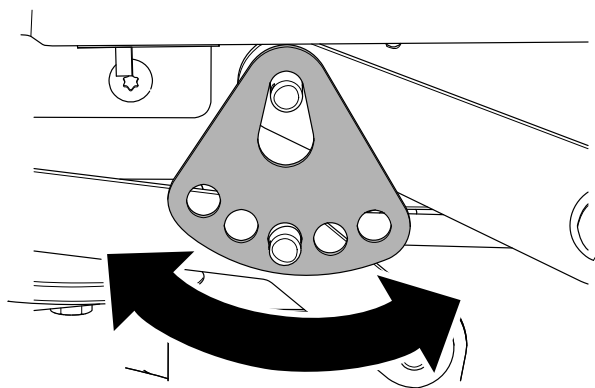

Figura 72
7. Gire la placa de ajuste de la altura de corte a otro orificio para que apoye el peso de la carcasa de corte después de instalar la placa (Figura 72).
8. Instale la arandela y la chaveta (Figura 72).